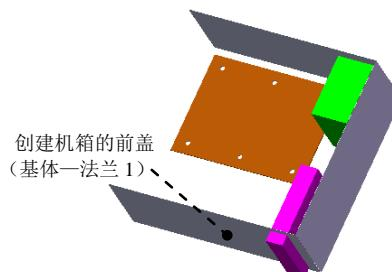

图 17.4.7 创建机箱前盖
Step3. 创建图 17.4.7 所示的基体—法兰 1。
(1) 选择命令。选择下拉菜单**插入(I)** \rightarrow **钣金(U)** \rightarrow **基体法兰(A)...** 命令。
(2) 定义特征的横断面草图。选取上步绘制的草图作为横断面草图。在草图工具栏中单击 \checkmark 命令，退出草图环境，此时系统弹出“基体法兰”对话框。
(3) 定义拉伸深度属性。采用系统默认的深度方向。在“基体法兰”对话框的**钣金参数(S)**区域中，输入厚度值 0.5。在**折弯系数(A)**区域中的下拉列表中选择**K因子**选项，并在其文本框中输入 0.4。
(4) 单击 \checkmark 按钮，完成基体—法兰 1 的创建。